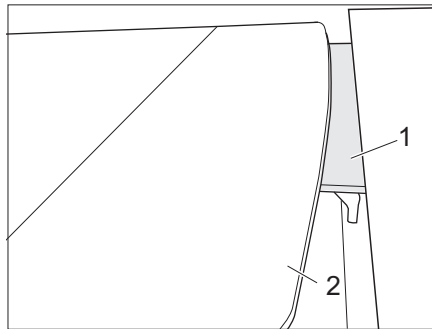
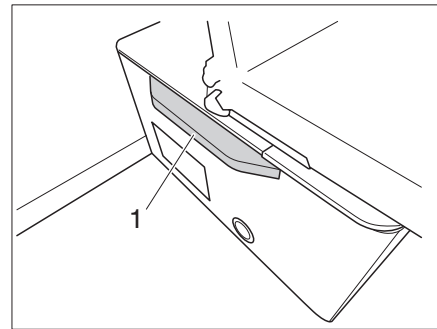

Fig. 113 Bajar la mesa sobre el borde de apoyo
Fig. 114 Bajar la mesa sobre el ensanchamiento
- Girar el tablero de la mesa (Fig. 113,2) hacia abajo sobre el borde de apoyo (Fig. 113,1) o dejarlo en el ensanchamiento previsto (Fig. 114,1).